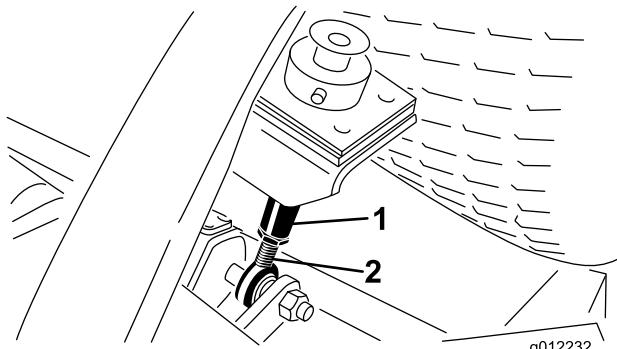

Figura 17
6. Afloje las contratuerca del extremo inferior de las varillas de ajuste de la altura de corte (Figura 17).